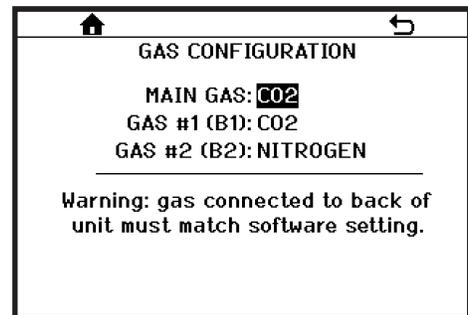

Figure 7.18
- Pour les distributrices de gaz universels, chacune des connexions de gaz devra être configurée avec le gaz approprié: GAZ PRINCIPAL, GAZ #1 et GAZ #2 (**Figure 7.18**). GAZ PRINCIPAL est le gaz qui entraîne la pompe à eau, le système de charge active et la plaque frontale pneumatique et peut utiliser du COMP AIR (air comprimé), CO2 ou NITROGEN. GAS #1 et GAS #2 (pour 772 multi-saveur) est le gaz qui est injecté dans le produit dans le(s) cylindre(s) et peut utiliser du CO2 ou de l'AZOTE. Il est important que le bon gaz soit sélectionné afin de bien mettre en place la CONFIGURATION DU TYPE DE BOISSON (**Figure 7.19**).